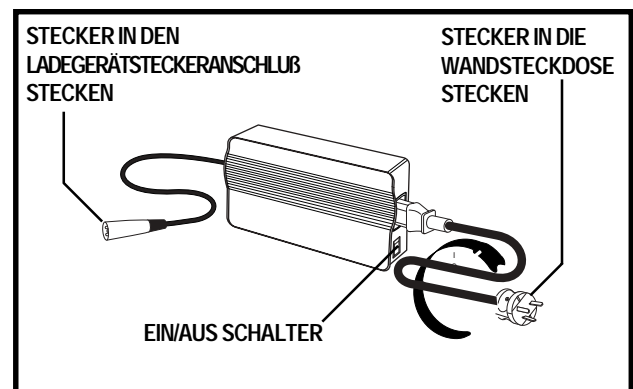

Abb. 8B. Externe Batterie-Ladegerät
6. Ladegerätkabel in die Steckdose stecken. Siehe Abb. 8B.
7. Ladegerät einschalten. Siehe Abb. 8B. Empfohlen wird eine Aufladung der Batterien für 8 bis 14 Stunden. Empfohlen wird eine Aufladung der Batterien für 8 bis 14 Stunden.